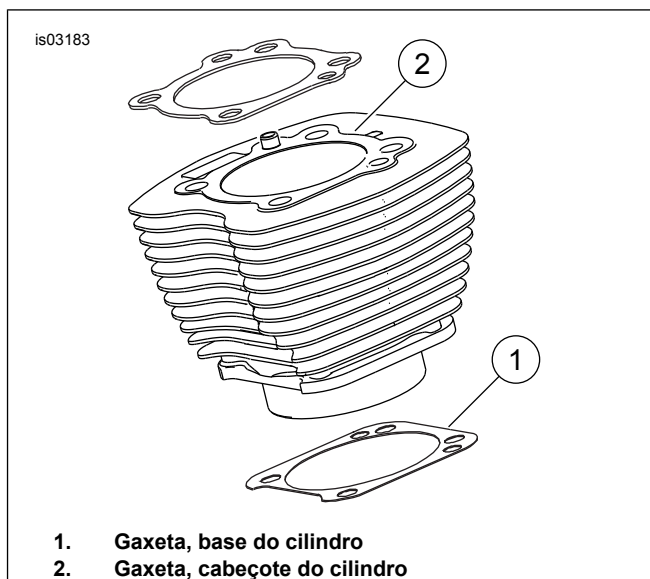

Figura 1. Gaxetas dos cilindros
- Veja Figura 1. A gaxeta da base do cilindro de 103,1 mm (4.060 in) (1) e a gaxeta do cabeçote do cilindro (2) eliminam a necessidade de anéis de vedação "o-ring". Não use anéis de vedação "o-ring" em pinos de encaixe do cilindro ou em bicos do cilindro.
- Ao instalar a nova gaxeta da base (1), instale-a com o lado com o ressalto para baixo e o lado côncavo para cima.